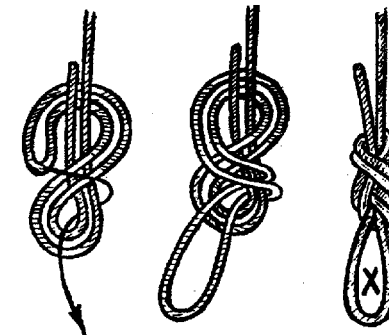

Рис. 13.
*Проводник девятка* вяжется, как и узел проводника восьмерка, но сложенным вдвое ходовым концом делается дополнительный шлаг (не путать с жилковой петлей). При освоении нужно заострить внимание на различии в вязке этих двух узлов, тогда будет легче ее усвоить (Рис. 13).